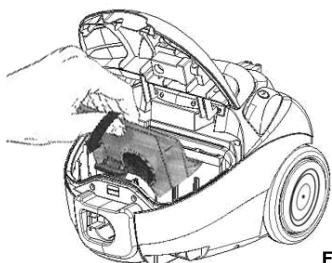

Fig. 7
4. Incline la bolsa hacia delante como se indica en la Fig. 7.